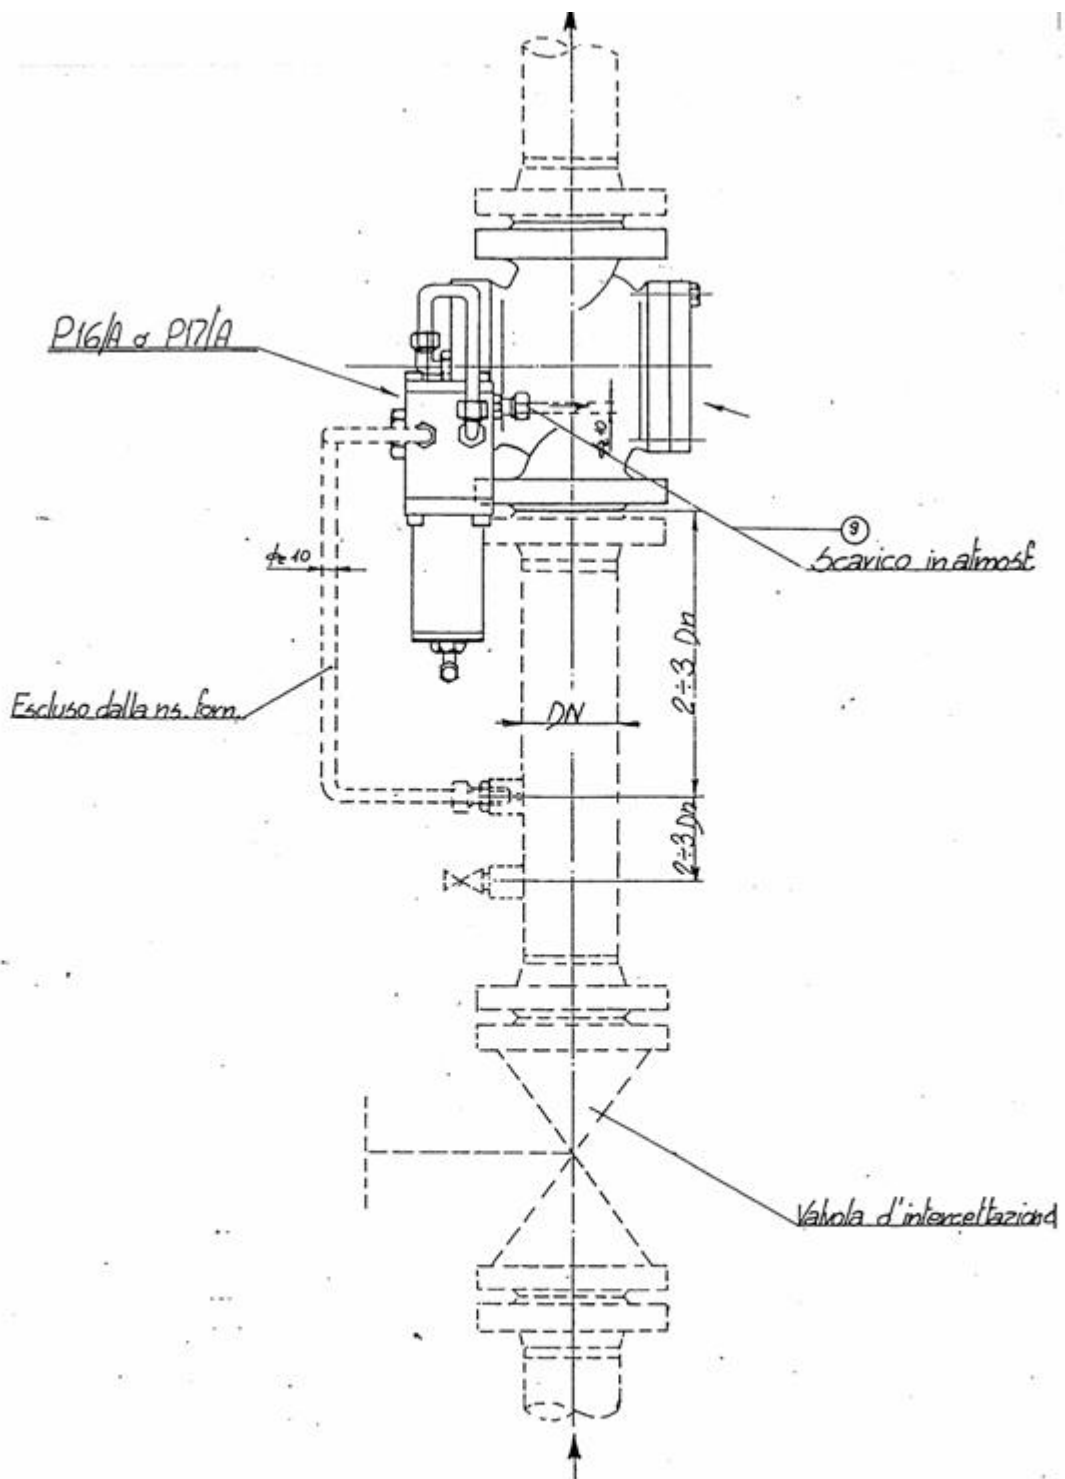

Figura 3
3. 4 MESSA IN SERVIZIO (INSTALLAZIONE SECONDO SCHEMA IN FIGURA 3).